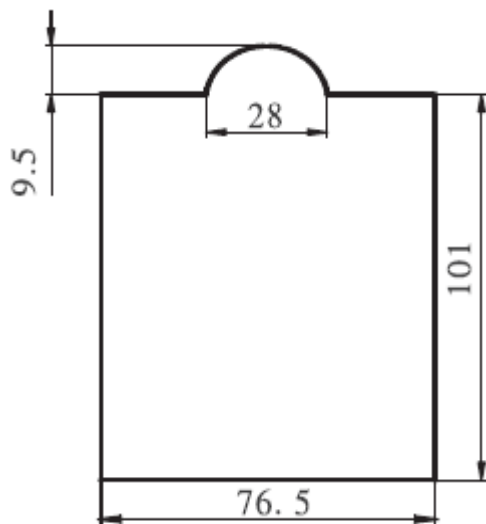
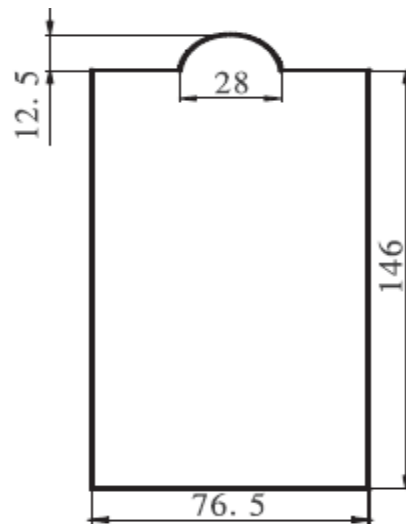

Рис. 9-5. Размер отверстия 1 для клавиатуры
Рис. 9-6. Размер отверстия 2 для клавиатуры
- Две монтажных рамы показаны на рис. 9-5 и рис. 9-6.